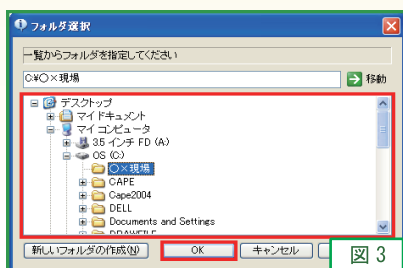

図 3
3. 「フォルダ選択」ダイアログが表示されますので、指定したいフォルダを選択して「OK」ボタンをクリックします (図 3)。
■便利機能②「トリムを使った寸法線の変形」